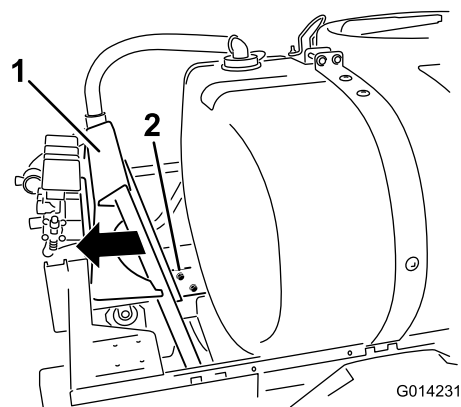

Figura 6
1. Afloje los pernos que sujetan el raíl de montaje de las válvulas al bastidor (Figura 6).